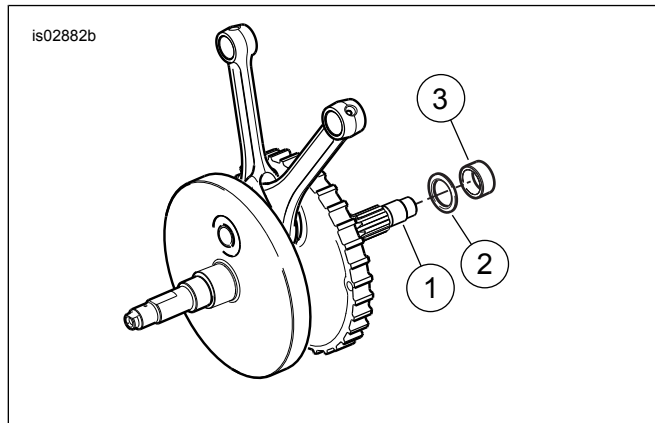

Figura 1. Contenido del kit
*Se deben desechar la pista interior del cojinete y una arandela de empuje del kit del cojinete principal izquierdo SE (Vea Figura 1), ya que el volante las incluye.*
*Para los cárteres SE: Consulte el Manual de servicio para ver la instalación de la pista interior del cojinete (3) y la arandela de empuje (2) en el conjunto del volante. Use la arandela de empuje (2), (N/P 8972) comprada por separado cuando instale el volante en el cárter (vea la Figura 1).*